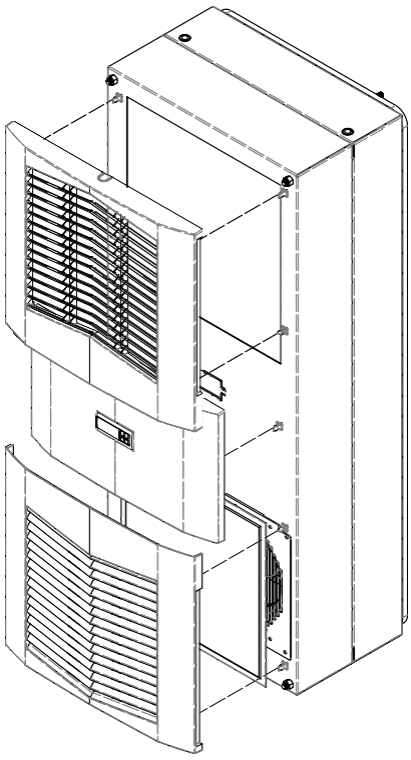

图3
1. ルーバーグリルを慎重に取り外します。必要なら、センターパネルを前方へ引っ張ってエンクロージャから取り外します。8ページの図3をご覧ください。